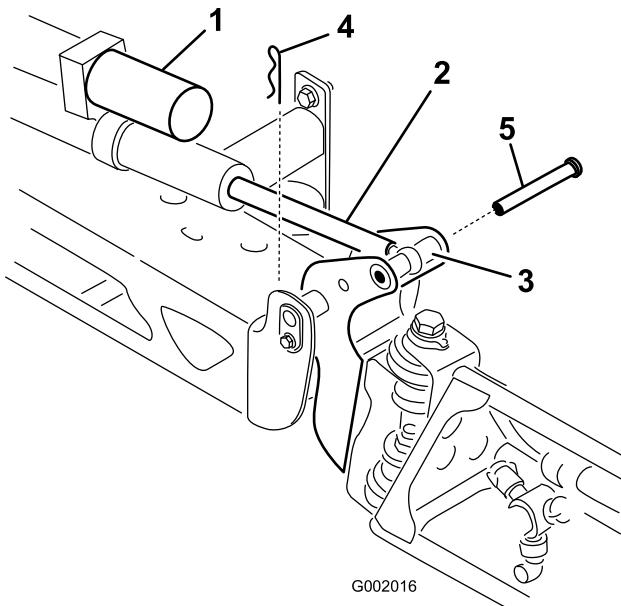

Figura 36
2. Retire el pasador de horquilla del pasador de giro (Figura 36).
3. Levante el brazo y retire el pasador (Figura 36). Baje el brazo lentamente sobre el tope.
6. Eleve el brazo para alinear el pivote con el émbolo del actuador. Sujetando el brazo, introduzca el pasador a través del pivote del brazo y del émbolo del actuador (Figura 36).